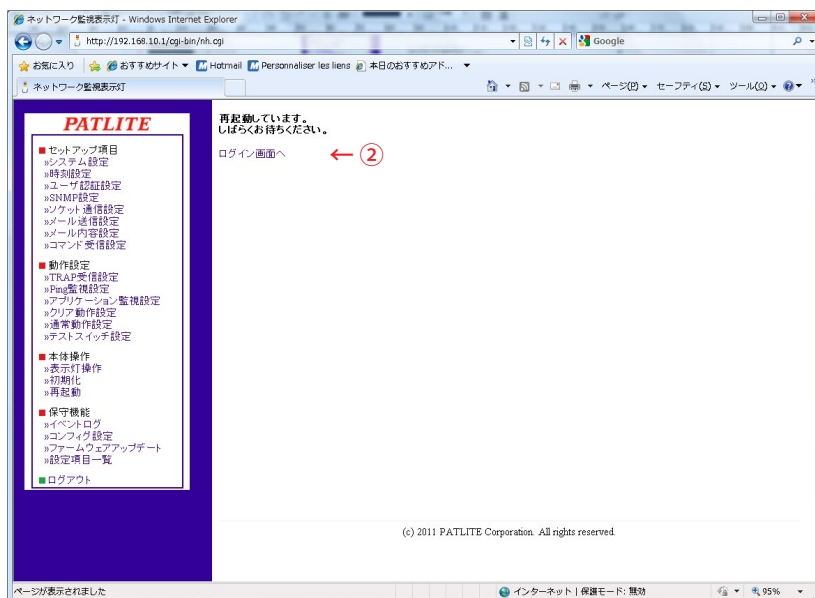

図 4.19.2 再起動画面 その2
- ① 「再起動ボタン」をクリックすると、図 4.19.2 の画面が表示され、再起動が開始されます。
- ② 再起動が完了してから「ログイン画面へ」をクリックしてください。(図 4.19.2 参照)